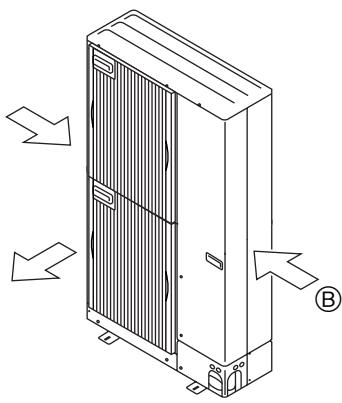

Fig. 3-4
- ③ По возможности разместите прибор так, чтобы воздух из выходного отверстия выдывался в направлении, перпендикулярном к сезонному направлению ветра. (Fig. 3-4)